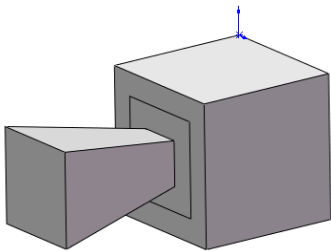

图 3-124 拔模的图形
**04** 确认拔模特征。单击“拔模”属性管理器中的“确定”图标按钮，结果如图 3-124 所示。